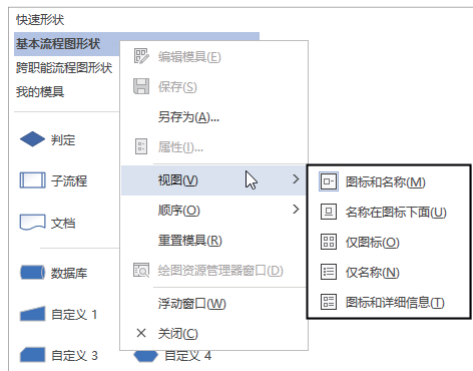

图 3-25 选择形状的显示方式（方法二）
- 在“形状”窗格中右击除了“快速形状”模具之外的其他任意一个模具的标题，在弹出的菜单中选择“视图”命令，然后在子菜单中选择形状的显示方式，如图 3-25 所示。